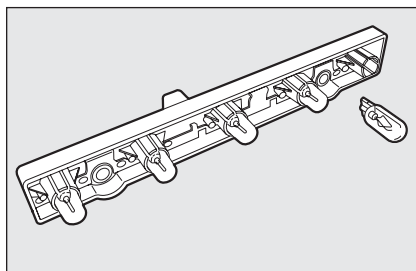

fig. 26
- sfilare e sostituire le lampade **fig.26**.